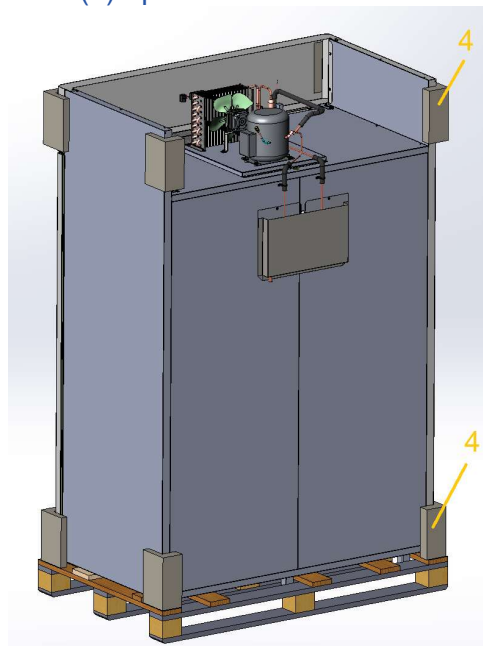

Рис. 4
5. Снять упаковку и убрать пенопластовые вставки (4) - рис.4.